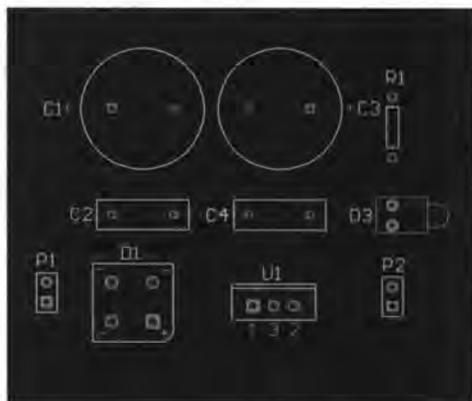

图 8-117 手工布线
- [8] 按照同样的操作完成其余的布线。布线过程中，按 **Space** 键可以使导线的起点模式在水平、垂直和 45° 之间进行切换，布线完成后的 PCB 如图 8-117 所示。